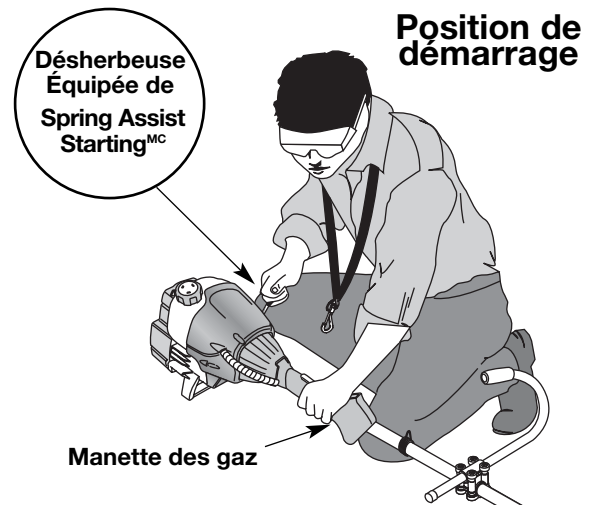

Fig. 21
AVERTISSEMENT : évitez tout démarrage accidentel. Tenez-vous en position de démarrage lorsque vous tirez sur la corde de démarrage (Fig. 21). L'opérateur et l'appareil doivent tous deux être en position stable pour éviter des blessures graves.
4. Accroupissez-vous en position de démarrage (Fig. 21), pressez la déverrouilleuse de manette des gaz et la manette des gaz et tirez le cordon de démarrage d'un **mouvement contrôlé et ferme** à 5 reprises.